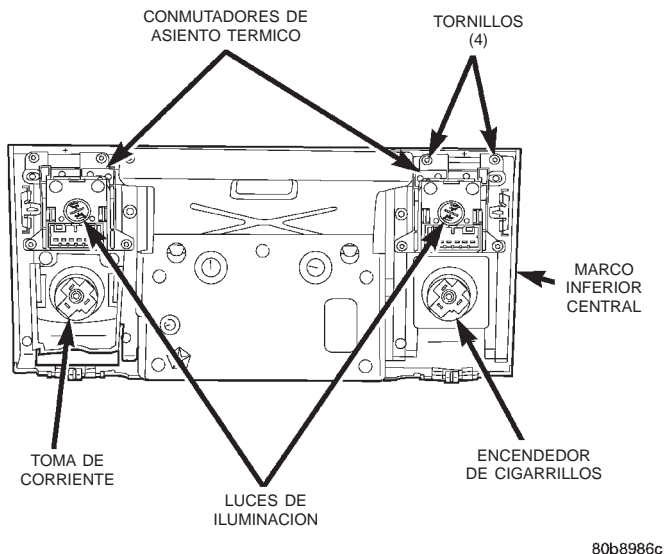

Fig. 2 Desmontaje e instalación de conmutador de asiento térmico
(3) Retire los cuatro tornillos que fijan el conmutador de asiento térmico en la parte posterior del marco inferior central del tablero de instrumentos (Fig. 2).